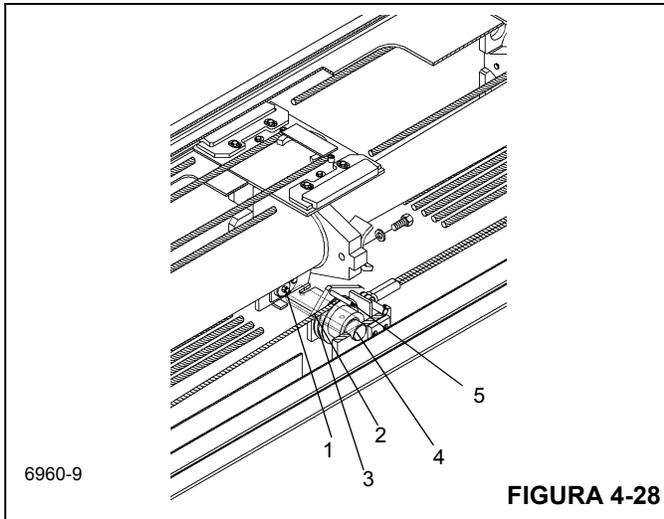

FIGURA 4-28
21. Instale una grasa (1) en los dos miembros soldados del eje. Coloque los cables de retracción (2) alrededor de los conjuntos de poleas (3) (Figura 4-28). Instale un buje espaciador e instale el miembro soldado del eje a través de las orejetas de montaje en la sección central exterior y en el conjunto de poleas y buje espaciador (4). Fije cada miembro soldado de eje con un perno. Aplique grasa a las graseras.
22. Coloque el buje retenedor del cable (5) (Figura 4-28) en la parte superior de cada conjunto de polea y fíjelo con un perno.